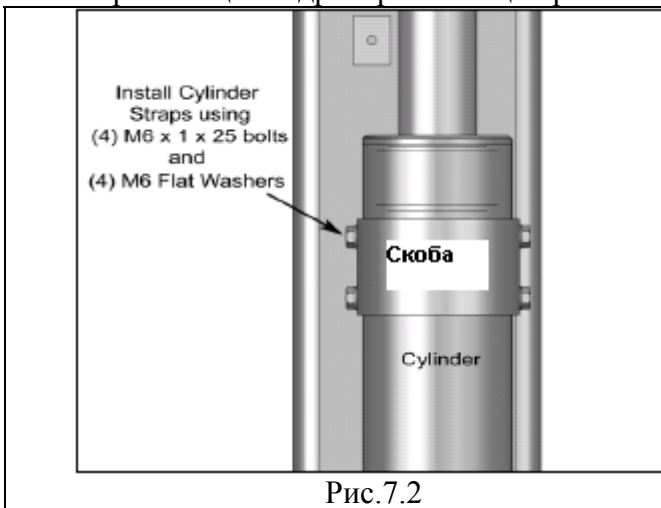

Рис.7.2
2. Закрепить цилиндры при помощи крепежных скоб и установить ролики сверху ( см. Рис. 7.2 и 7.3 )